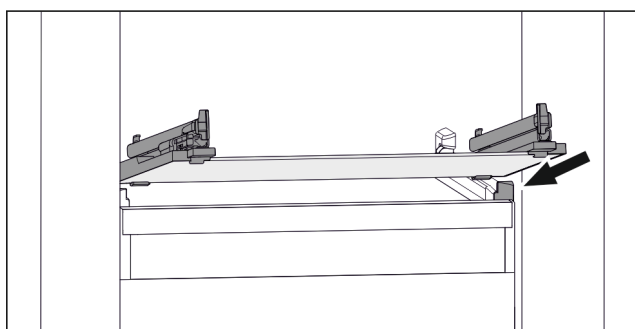

Fig. 38 Rappresentazione esemplificativa del ripiano in vetro
- Applicare il ripiano in vetro obliquamente dietro i fermi. (vedere Fig. 38)